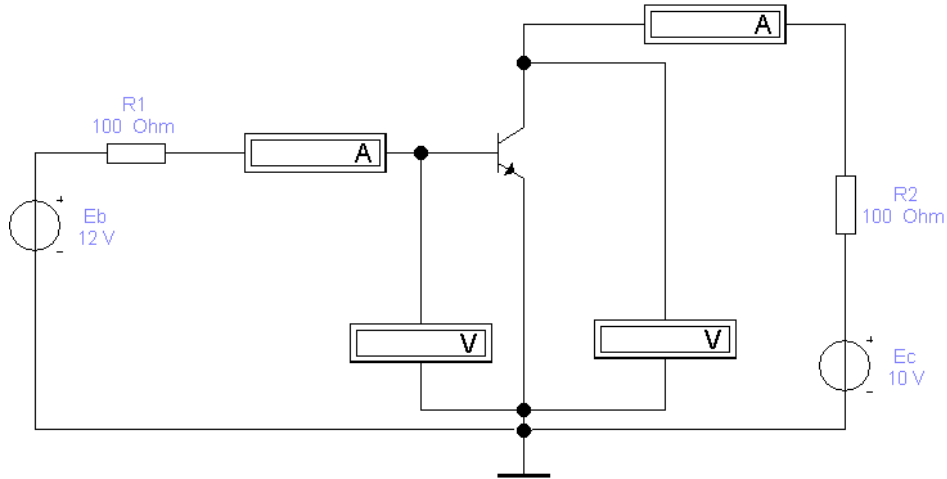

Рисунок 3.1 – Схема для дослідження ВАХ транзистора із загальним емітером
1. Скласти схему рис. 3.1. Транзистор для схеми вибрати згідно номеру варіанта з табл. 3.1.